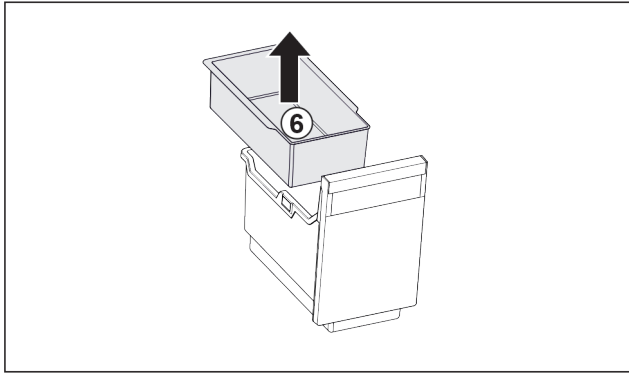

Fig. 24
- ▶ Inhangschaal Fig. 24 (6) verwijderen.